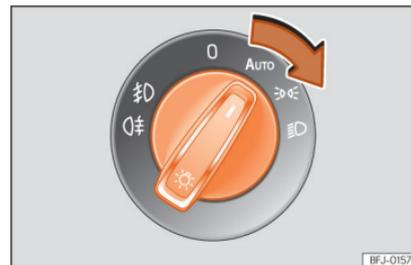

Abb. 107 Instrumententafel: Lichtschalter.
- Lichtschalter in die gewünschte Position drehen »» **Abb. 107.**